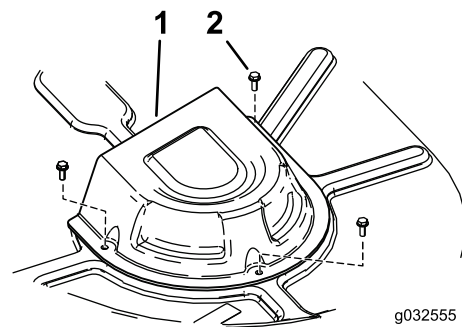

Figure 45
4. Sur les machines à tablier de coupe de 107 cm (42 po), déposez les couvercles de poulie (Figure 45).